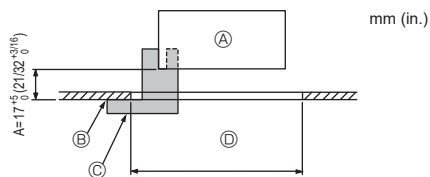
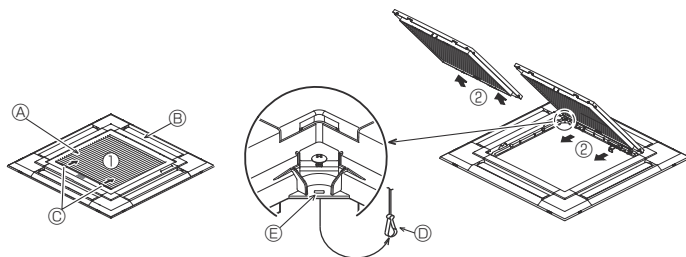
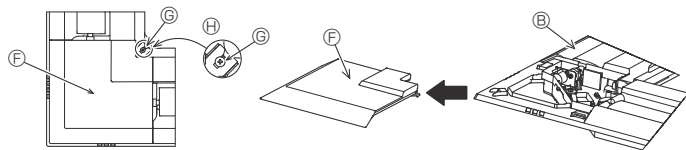

Fig. 6-2
Fig. 6-3
Fig. 6-4
①	Dimensiones de la rejilla	1	950 × 950 (mm), 37-13/32 × 37-13/32 (in.)
②	Plantilla	1	Dividido en cuatro partes
③	Tornillo (4 × 16)	1	Para PLFY-EL-NEMU-A
④	Panel angular del 3D i-see Sensor	1	Para PLFY-EL-NEMU-A
6.2. Preparación para conectar la rejilla (Fig. 6-2)
- Con la plantilla ② que se suministra con este equipo, ajuste y compruebe la posición de la unidad en el techo. Si la unidad no está colocada en el techo de forma adecuada, podrían producirse escapes de aire o generarse una condensación.
- ① Unidad principal
- ② Techo
- ③ Plantilla ② (medida en la unidad)
- ④ Dimensiones de apertura del techo
6.2.1. Extracción de la rejilla de admisión (Fig. 6-3)
- Deslice las palancas en la dirección indicada mediante la flecha ① para abrir la rejilla de admisión.
- Con la rejilla de admisión en posición "abierta", extraiga la bisagra de la rejilla de admisión de la rejilla tal y como se indica mediante la flecha ②.
6.2.2. Extracción del panel angular (Fig. 6-4)
- Extraiga el tornillo de la esquina del panel angular. Deslice los paneles angulares indicados por la flecha ① para extraer este panel.
[Fig. 6-3] [Fig. 6-4]